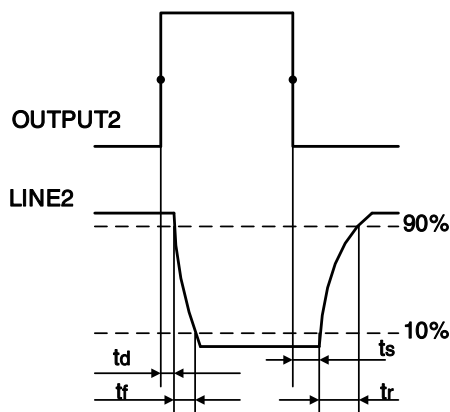

图 7-10 Line2 输出电路参数
- 上升沿延时= $t_d+t_f$ :  $<20\mu\text{s}$  ( $0^{\circ}\text{C}\sim 45^{\circ}\text{C}$ ), 参数说明见图 7-10
- 下降沿延时= $t_s+t_r$ :  $<20\mu\text{s}$  ( $0^{\circ}\text{C}\sim 45^{\circ}\text{C}$ ), 参数说明见图 7-10